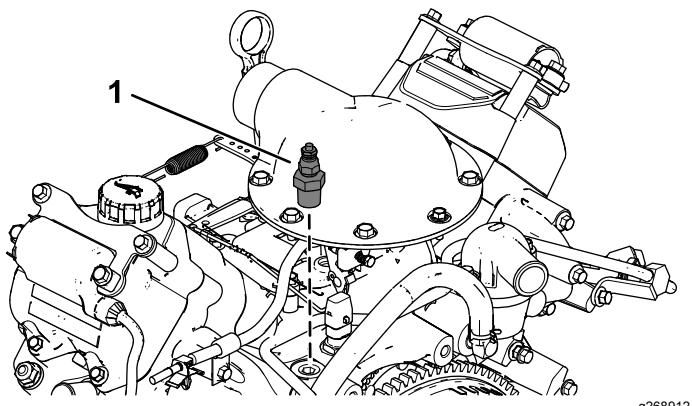

**Figure 8**
2. Montez l'adaptateur et le raccord en T (Figure 8).